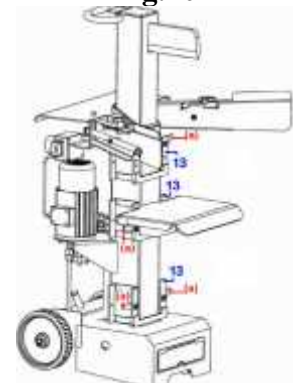

Fig.11
1. Desserrez les crochets de verrouillage de part et d'autre des plaques de fixation (13) (voir Fig.11 repère (a)).
4. Fixez la table avec les crochets de verrouillage (Fig.11 repère (a)).